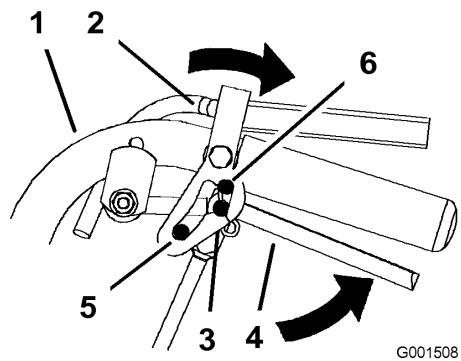

Figure 10
- Placez les pouces sur la partie supérieure des verrous et ramenez-les en arrière (Figure 10).